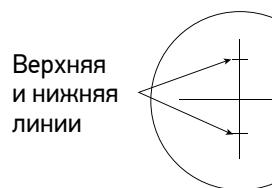

Рисунок 5
- Сфокусируйте нивелир на измерительной рейке. Запишите значения высоты по верхней и нижней линиям перекрестья (рис. 5).